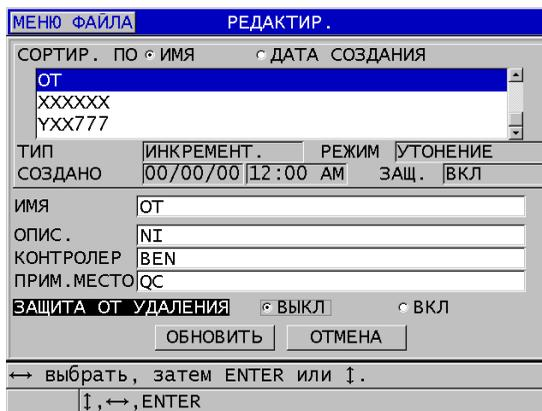

Рис. 11-18 Редактирование информации нового файла
3. В окне **РЕДАКТИР.** (см. Рис. 11-18 на стр. 209):